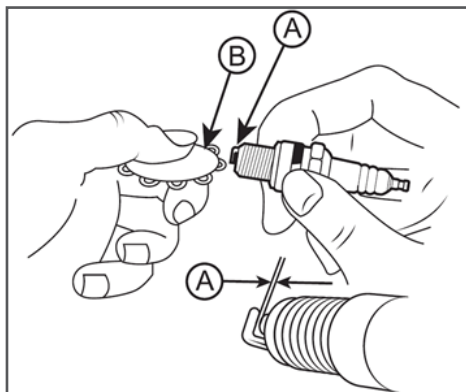

Рис. 21 Обслуживание свечи зажигания
4. Измерьте зазор А между электродами свечи зажигания специальным щупом В. Зазор должен быть 0,5 мм (Рис. 21). При увеличении или уменьшении требуемого зазора, рекомендуется заменить свечу, так как регулировка зазора может привести к изменению качества искрообразования.